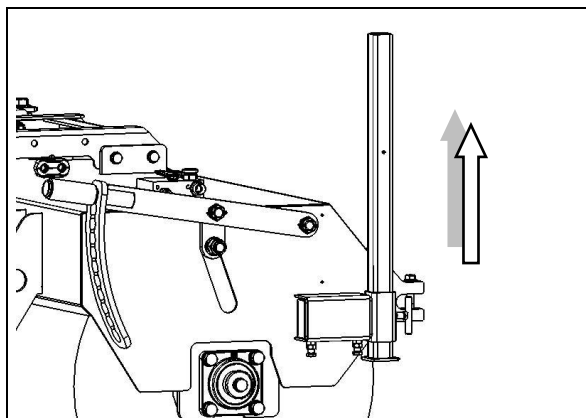

Fig. 4.9
- Pour la balayeuse Profi 660 à balayage simple, déplacer les deux béquilles (fig. 4.9) vers le haut et les sécuriser avec une vis à clé.